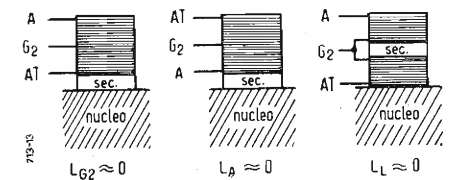
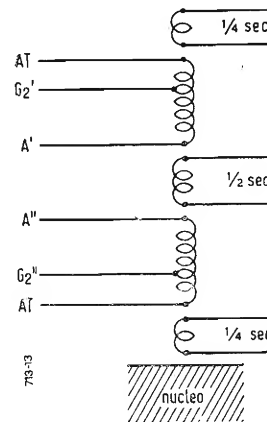

Fig. 11 - Sistema per ridurre le induttanze disperse.
Fig. 13 - Sistema semplificato di avvolgimento.
In fig. 11 sono rappresentati tre modi possibili di avvolgimento per ridurre le induttanze disperse; è consigliabile evitare il terzo tipo di avvolgimento
- 3) Il valore delle induttanze disperse (placca 1 - griglia schermo 1 e placca 2 - griglia schermo 2) e delle capacità fra placca, fra griglia schermo e massa, deve essere piccolo. In fig. 11 sono rappresentati due tipi di avvolgimento (serie e parallelo) da consigliarsi in questi tipi di trasformatore. La fig. 13 rappresenta un terzo tipo di avvolgimento che fornisce ottimi risultati per una potenza di 30 W unendo anche una certa semplicità di realizzazione.